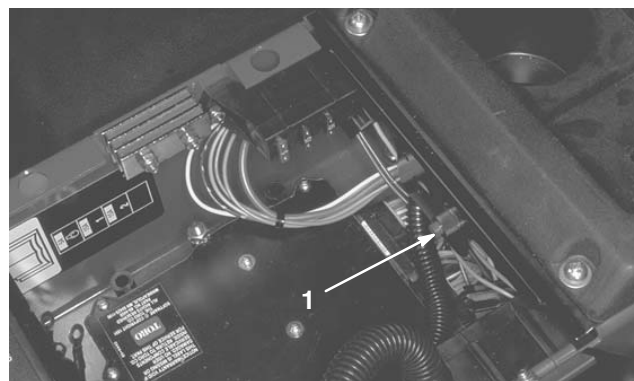

Bild 28
Die Maschine besitzt eine Diagnostiklampe, die das ordnungsgemäße Funktionieren des Elektronikcontrollers anzeigt. Die grüne Diagnostiklampe befindet sich unter dem Armaturenbrett (Bild 28). Wenn der Elektronikcontroller richtig funktioniert, und Sie den Zündschlüssel auf EIN stellen, leuchtet die Controller-Diagnostiklampe auf. Die Lampe blinkt, wenn der Controller eine elektrische Fehlfunktion feststellt. Die Lampe blinkt nicht mehr und wird automatisch zurückgesetzt, wenn Sie den Zündschlüssel auf AUS drehen.
3. Schließen Sie die ACE-Diagnostikanzeige an den Kabelbaum an (Bild 28). Stellen Sie sicher, dass sich das richtige Overlayschild auf der ACE-Diagnostikanzeige befindet.